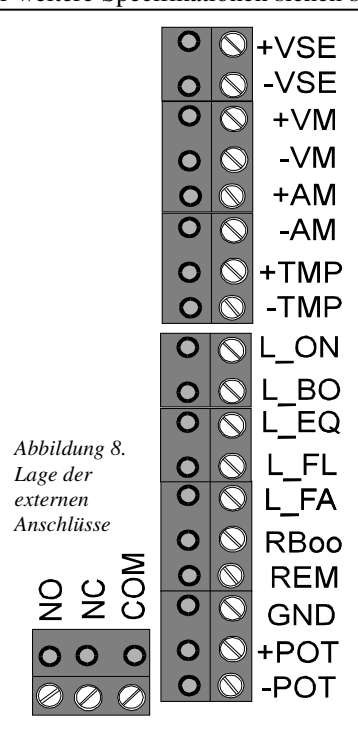

Abbildung 8.
- Schließen Sie den schwarzen Draht (-) des Temperaturfühlers an den Verbinder "-tmp" an; siehe Abbildung 8.
- Schließen Sie den roten Draht (+) des Temperaturfühlers an den Verbinder "+tmp" an; siehe Abbildung 8.
- Schließen Sie einen roten Draht 0,75mm² zwischen dem Batterie-Pluspol und dem Verbinder "+vse" an; siehe Abbildung 8.
- Schließen Sie einen schwarzen Draht 0,75mm² zwischen dem Batterie-Minuspol und dem Verbinder "-vse" an; siehe Abbildung 8.
Victron Energy liefert vier Fernbedienungstafeln, die an das Ladegerät angeschlossen werden können. Der Platinenverbinder, an den die Fernbedienungstafeln angeschlossen werden können, ist in Abbildung 8 dargestellt.